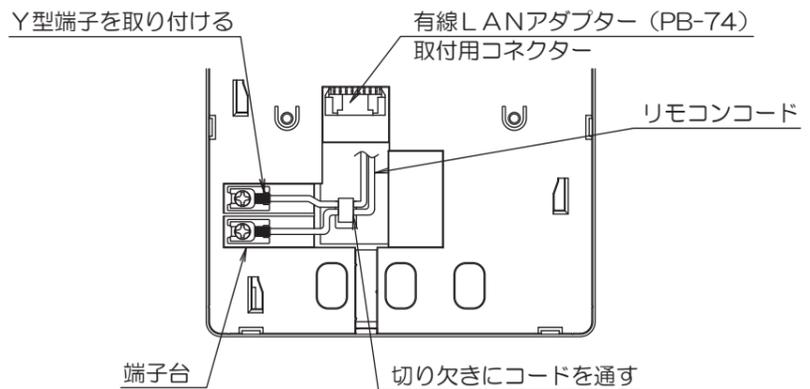

図4
2. リモコン裏面の端子台にリモコンコードのY型端子を接続する。（図4）